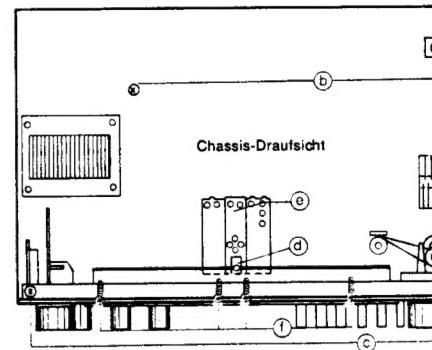

Abb. 3
1. Vier Schrauben (7) unterhalb der Skala herausdrehen (Abb. 3).
1. Schraube (4) herausdrehen (Abb. 3).
2. Haltebügel (5) nach hinten schieben.